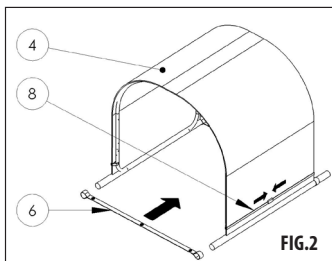
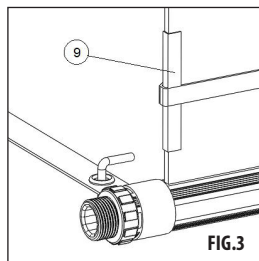

FIG.2
FIG.3
- 2) Böj panelen över stödramen och sätt in förankringsband på ändrören (6) (FIG. 2). Använd band med spännen (8) för att säkra panelen monterade i ramen som gjorts i föregående punkt. Vid övergång där bandet sveper över kanten använd skydd för att undvika skada på solfångarens kant (FIG. 3).